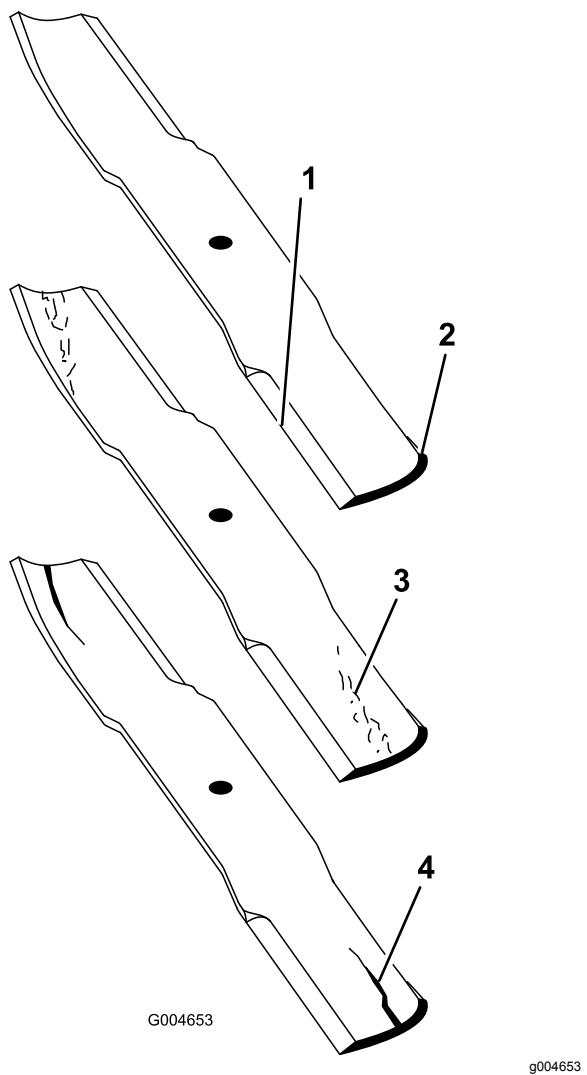

Figura 93
1. Inspeccione los filos de corte (Figura 93).
2. Inspeccione las cuchillas, especialmente la parte curva (Figura 93).
Nota: Si observa daños, desgaste o la formación de una ranura en esta zona, instale inmediatamente una cuchilla nueva (Figura 93).